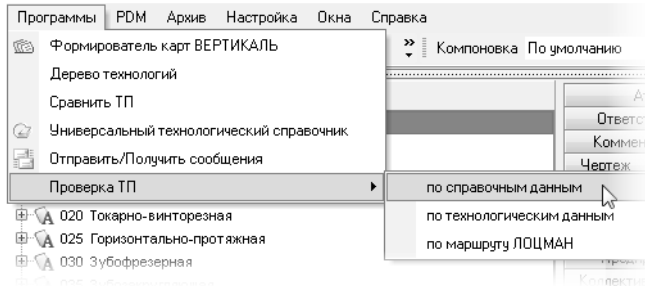

Рис. 9.6.
25. Установите курсор на наименование детали в дереве ТП и выполните команду **Программы — Проверка ТП — по справочным данным1** из основного меню ВЕРТИКАЛЬ (рис. 9.6)